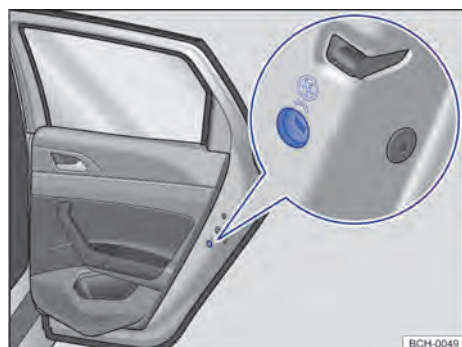

Fig. 58 En la puerta trasera (lado derecho): ubicación del seguro para niños.
- Introducir el paletón de la llave en el seguro para niños para activarlo o desactivarlo → fig. 58.